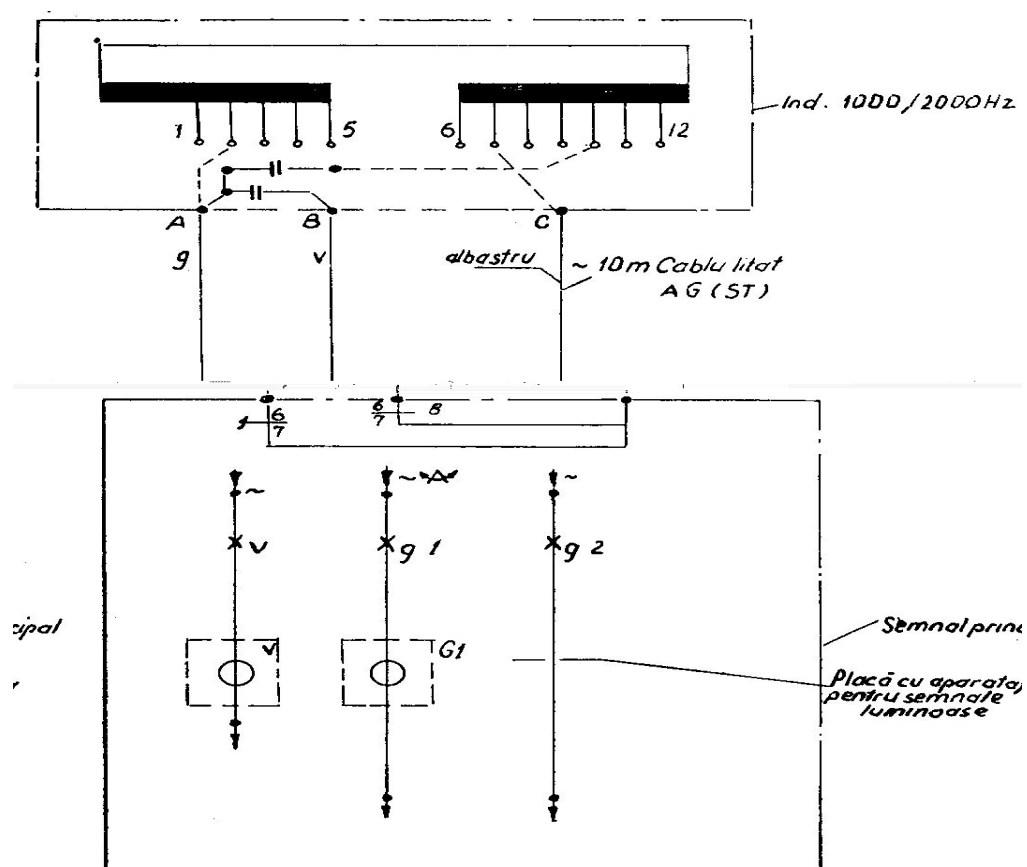

Fig. 72 Schema electrică și conectarea la semnalul de parcurs fără galben-clipitor
r) *Semnalul de parcurs fără galben clipitor echipat cu inductor de cale de 1 000/2 000 Hz (fig. 72).*